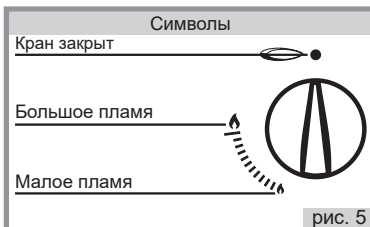

рис. 5
■ Положение горелок на столе и символы состояния работы горелок схематично изображено (рис.5) возле рукоятки каждого крана на панели управления.